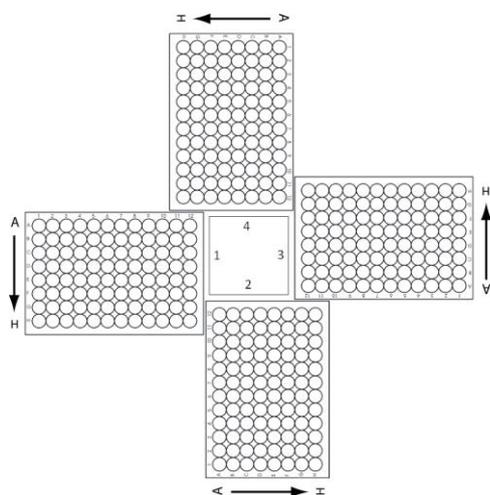

図 4 Agilent Labware MiniHub プレーットの向き
- 表 24 に従い、Labware MiniHub にチップボックスをセットします。プレートの向きは図 4 を参照します。
30. 表 27 に従い、Labware MiniHub にプレート等をセットします。プレートの向きは図 4 を参照します。